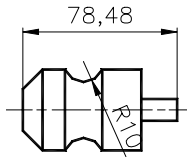
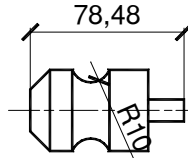

Fig. U10.14
Fig. U10.15
1. În Fig. U10.15 apare același desen ca și în Fig. U10.14 cotate însă, în alt mod. Care comandă executată anterior permite stabilirea acestor aspecte diferite la cotare?